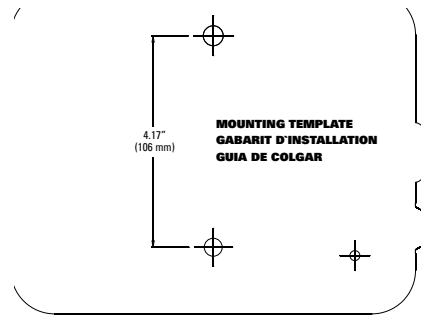

Figure 1 : Servez-vous du gabarit d'installation (inclus).
- À l'aide du gabarit d'installation (inclus), marquez l'emplacement des vis de montage sur le mur. *Consultez la figure 1.*